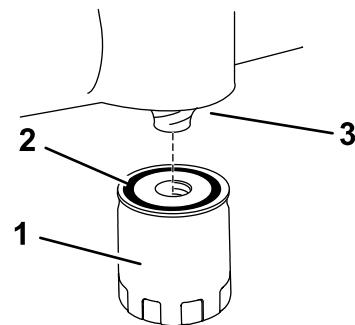

Figure 31
13. Posez le filtre à huile de rechange sur le socle de montage. Tournez le filtre dans le sens horaire jusqu'à ce que le joint soit en appui contre le socle, puis donnez de $2/3$ à 1 tour supplémentaire (Figure 31).